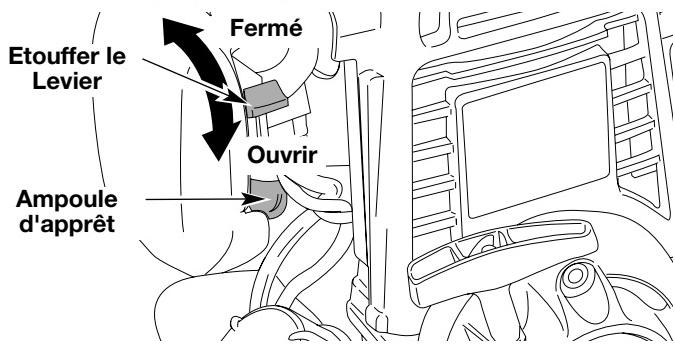

Fig. 6
- Pour faire démarrer un moteur froid ou après avoir fait le plein, appuyer lentement sur l'amorce dix fois de suite. Une certaine quantité de carburant devrait être visible dans l'amorce et les tuyaux (Fig. 6). Si le carburant n'est pas visible dans l'amorce, appuyer dessus autant de fois que nécessaire jusqu'à ce qu'il arrive.